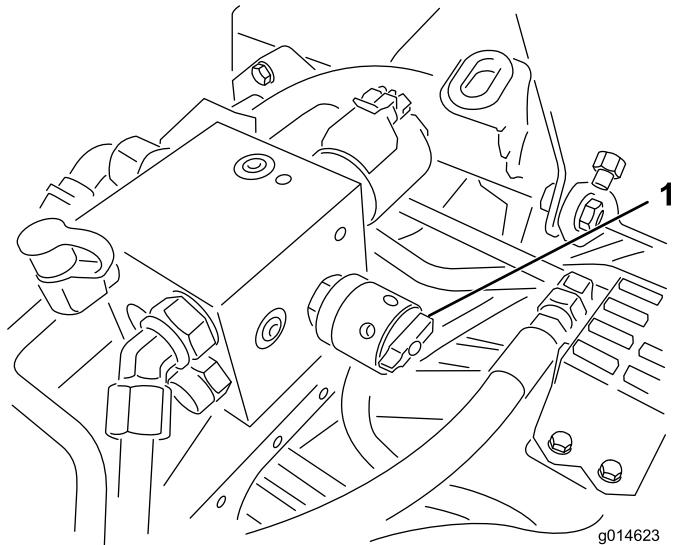

図 53
- リール速度コントロールを 1 にセットする (図 53)。